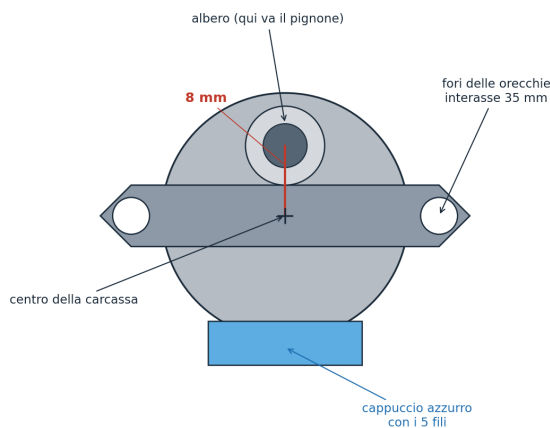

FIG. C5 - il 28BYJ-48 visto dal lato dell'albero
- Il 28BYJ-48 ha l'albero fuori centro di 8 mm (figura C5): la staffa ha già il foro nella posizione giusta, ma devi infilare il motore con il cappuccio azzurro dei fili verso l'intaglio della staffa.